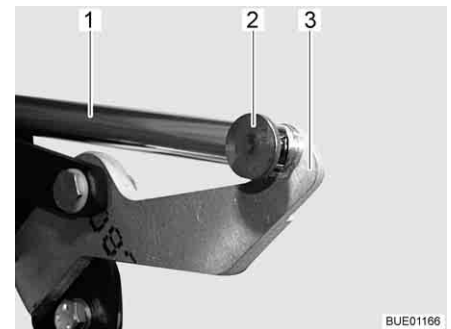

Bild 117 Drivning
- Ta bort förbindelsen (t. ex. stift och fkäderkontakt) (Bild 117,2) mellan skjutstången (Bild 117,1) och armen (Bild 117,3).